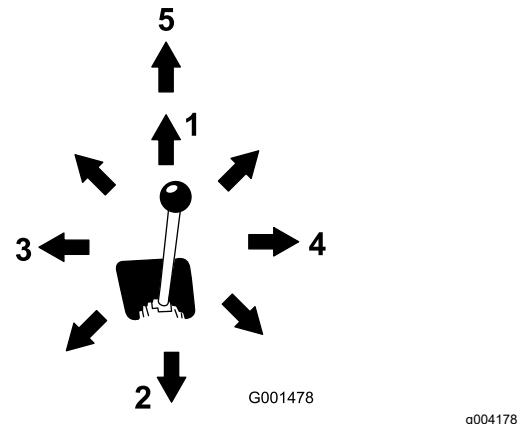

Figure 10
- Pour incliner l'accessoire en avant, déplacez lentement le levier vers la droite (Figure 10).
- Pour incliner l'accessoire en arrière, déplacez lentement le levier vers la gauche (Figure 10).
- Pour abaisser les bras de chargeuse, poussez lentement le levier en avant (Figure 10).
- Pour éléver les bras de chargeuse, tirez lentement le levier en arrière (Figure 10).
- Pour abaisser les bras de chargeuse à une position de verrouillage (flottement), poussez le levier complètement en avant (Figure 10).